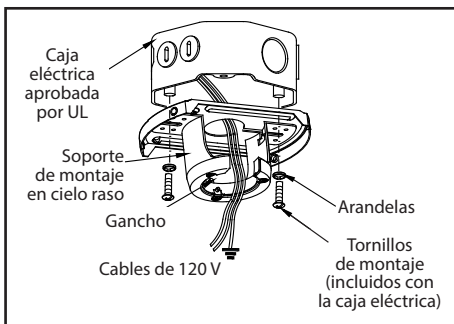

Figura 7
1. Pasa los cables de suministro de 120 voltios a través del orificio central en el soporte de montaje de techo como lo muestra la Figura 7.
2. Instala el soporte de montaje de techo sobre la caja eléctrica, usando los tornillos de montaje incluidos con ella. Nota que el lado plano del soporte de montaje está hacia la caja eléctrica. (Figura 7)